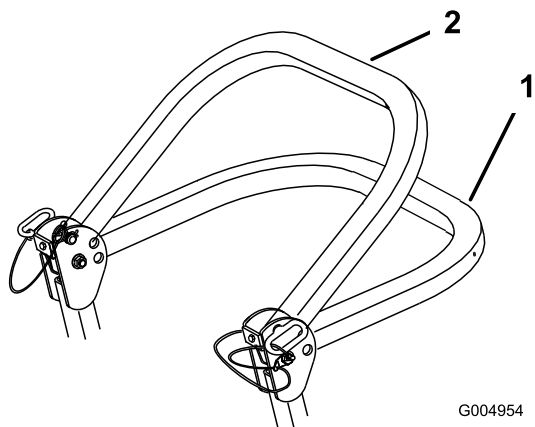

Figura 8
2. Abbassate il roll bar (Figura 8).
Nota: Sono presenti 2 posizioni abbassate; fate riferimento a Figura 8.